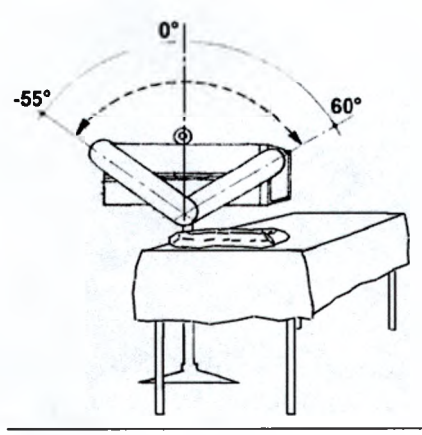

Рис. 25
□□ от 60° внутреннего вращения до -55° внешнего (рис.25)